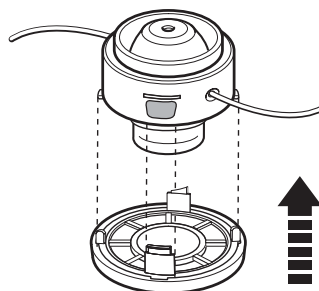

Fig. 35
- > Aligner les fentes sur le couvercle avec les fentes sur le carter de la tête de coupe. Appuyez ensuite sur le couvercle. (Fig. 35).